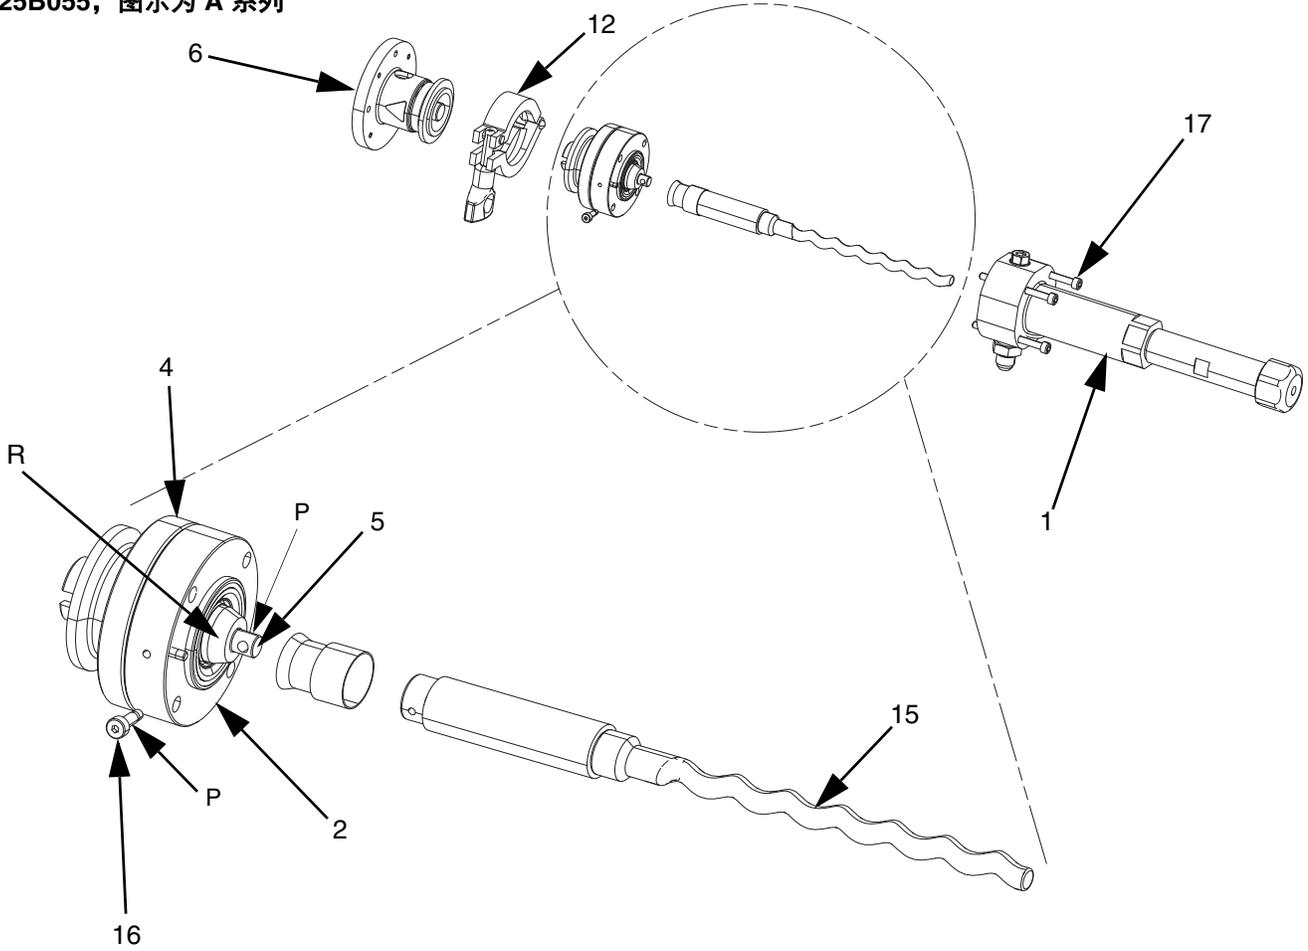

图 6
1. 重新组装之前，请确保转子组件 (15) 和轴 (5) 的清洁。
2. 在带肩螺栓 (16) 上的指示线 (P) 和转子 (15) 的一端涂上一条可移动的强力蓝色胶粘剂，如图 6 所示。
3. 用 9-10 英寸磅的力拧紧带肩螺栓 (16)。
4. 将保护套筒 (33) 滑入到位。请勿使其超出锥形 (R) 的末端。用加热喷枪对套筒喷射使其收缩，最高温度为 250° F (121° C)。